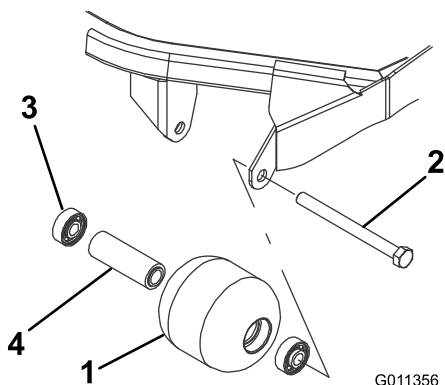

Figura 100
1. Retire o parafuso de montagem do rolo (Figura 100).
estão danificados (Figura 100). Substitua os componentes danificados e volte a montar.
1. Introduza o primeiro rolamento na estrutura do rolo (Figura 100). Empurre só a calha externa ou, então, exerça o mesmo tipo de pressão nas calhas interna e externa.
2. Coloque o espaçador (Figura 100)
3. Introduza o segundo rolamento na estrutura do rolo (Figura 100) exercendo o mesmo tipo de pressão nas calhas interna e externa até a calha interna entrar em contacto com o espaçador.